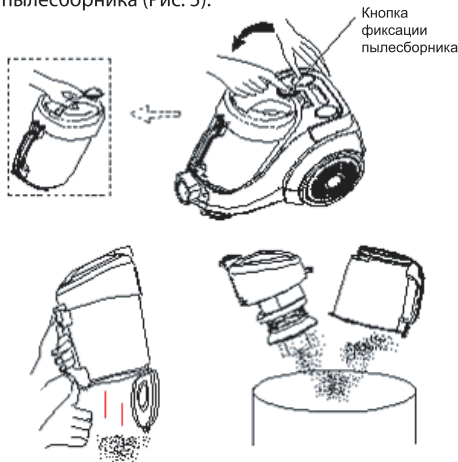

Рис. 5
2. Для снятия пылесборника нажмите на кнопку фиксации (5) и за ручку достаньте пылесборник из пылесоса. Отряхните пылесборник от пыли и мусора, нажав на кнопку (4) для открытия нижней крышки пылесборника (Рис. 5).